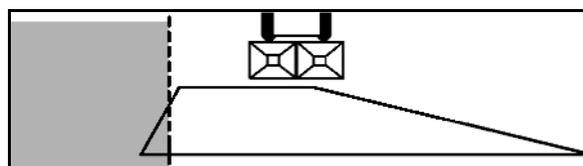

図 72
2. Düngeverordnung (肥料に関する指令) に基づく溝での散布 (図 72):